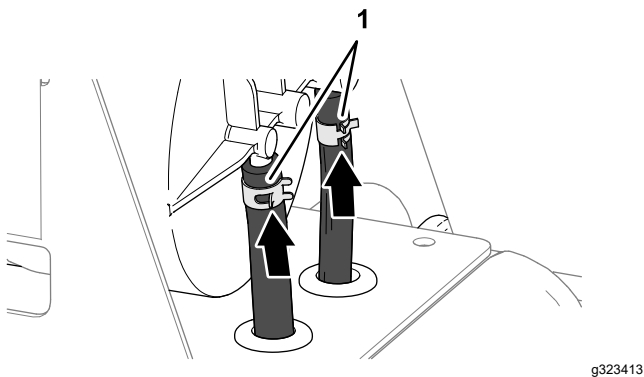

Figura 125
4. Sujete las mangueras a los acoplamientos con las abrazaderas (Figura 125)